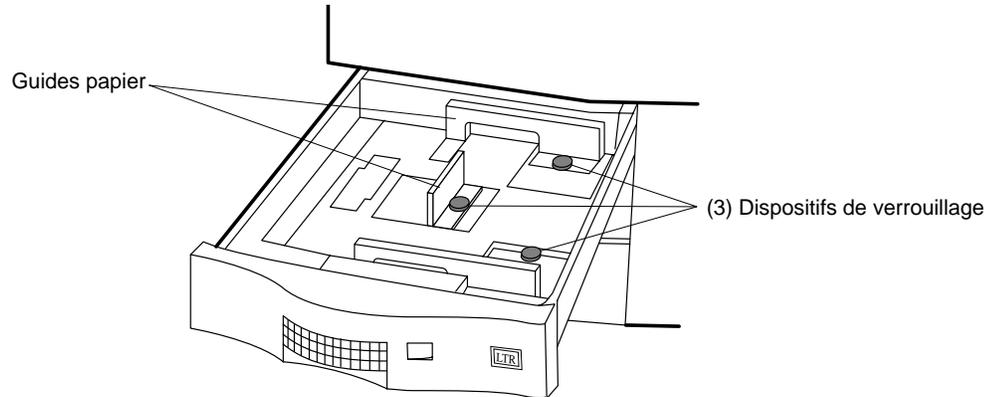

Figure 3-5 Guides papier
1. Chaque guide papier possède un dispositif de verrouillage bleu, comme illustré à la Figure 3-5.